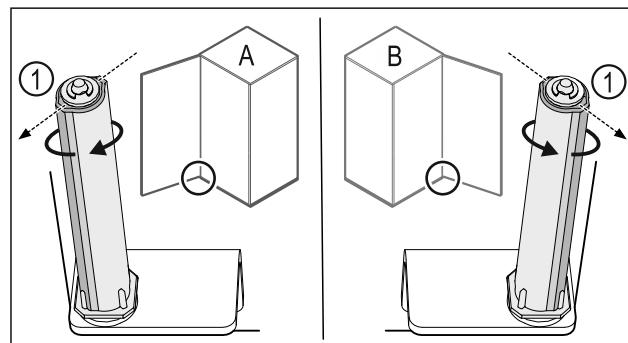

Fig. 23 Atidarymas į kairę (A) / atidarymas į dešinę (B)
- ▶ Sukite uždarymo sistemą, įveikdami pasipriešinimą, kol uždarymo sistemos pertvara Fig. 23 (1) bus nukreipta į išorę.